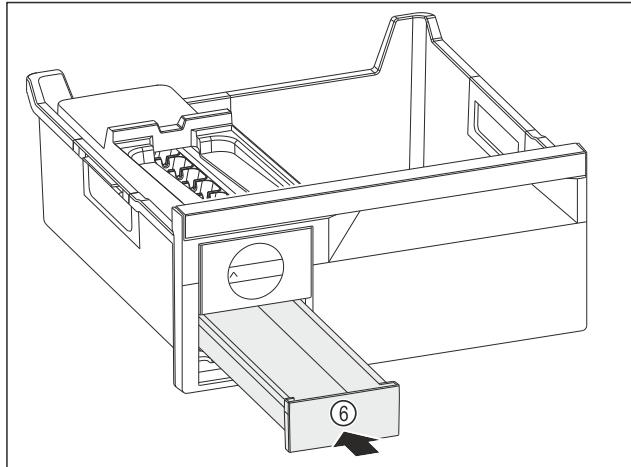

Fig. 79
- Встановіть форму для льоду Fig. 79 (6).